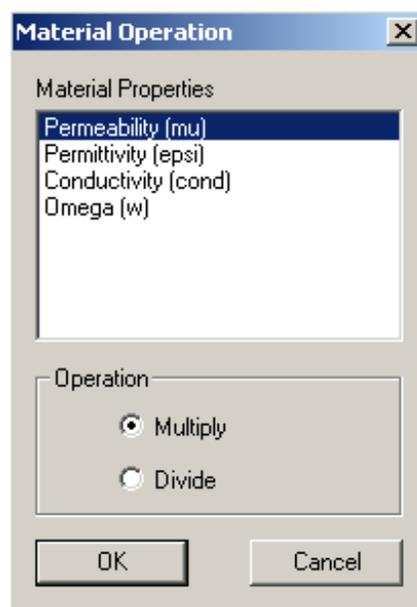

Рис. 11.7. Операции с материалом
1. Щелкните **Matl**. Появляется окно **Material Operation** (рис. 11.7).